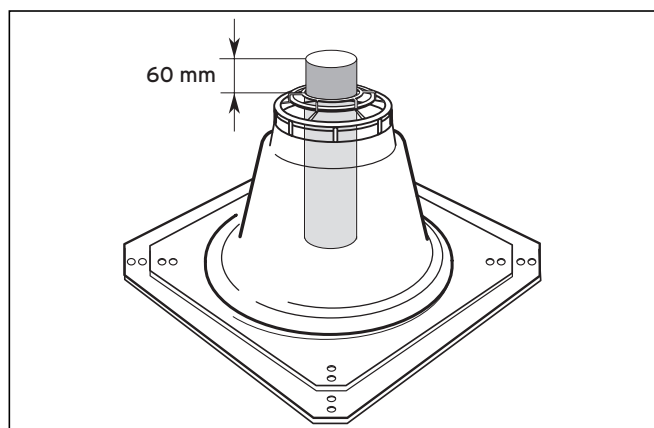

Fig. 6.15 Lungimea conductei superioare pentru gaze arse
- Kontrol: Piesa de supraînălțare cămin trebuie să iasă peste picior cu 60 mm (vezi Fig. 6.15).
- Fixați capacul (1) piesei de supraînălțare cămin (2) pe capătul superior al conductei rigide pentru gaze arse și apăsați-l tare.